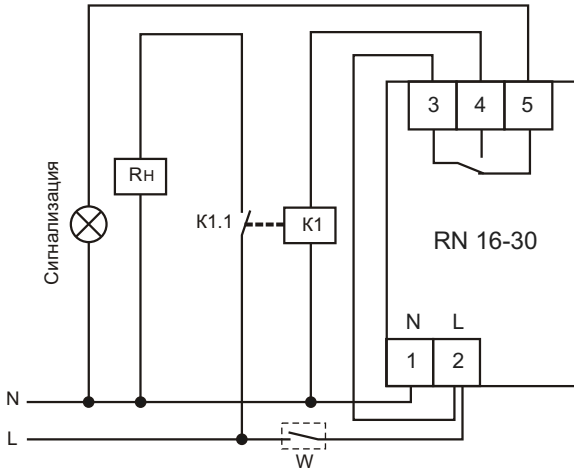

Рис. 3: схема подключения нагрузки мощностью более 4,0 кВт к устройству
- 7.3. В случае, если мощность нагрузки **более 4,0 кВт**, то нагрузка подключается к изделию через контактор соответствующей мощности и проводом соответствующего сечения согласно рис. 3.